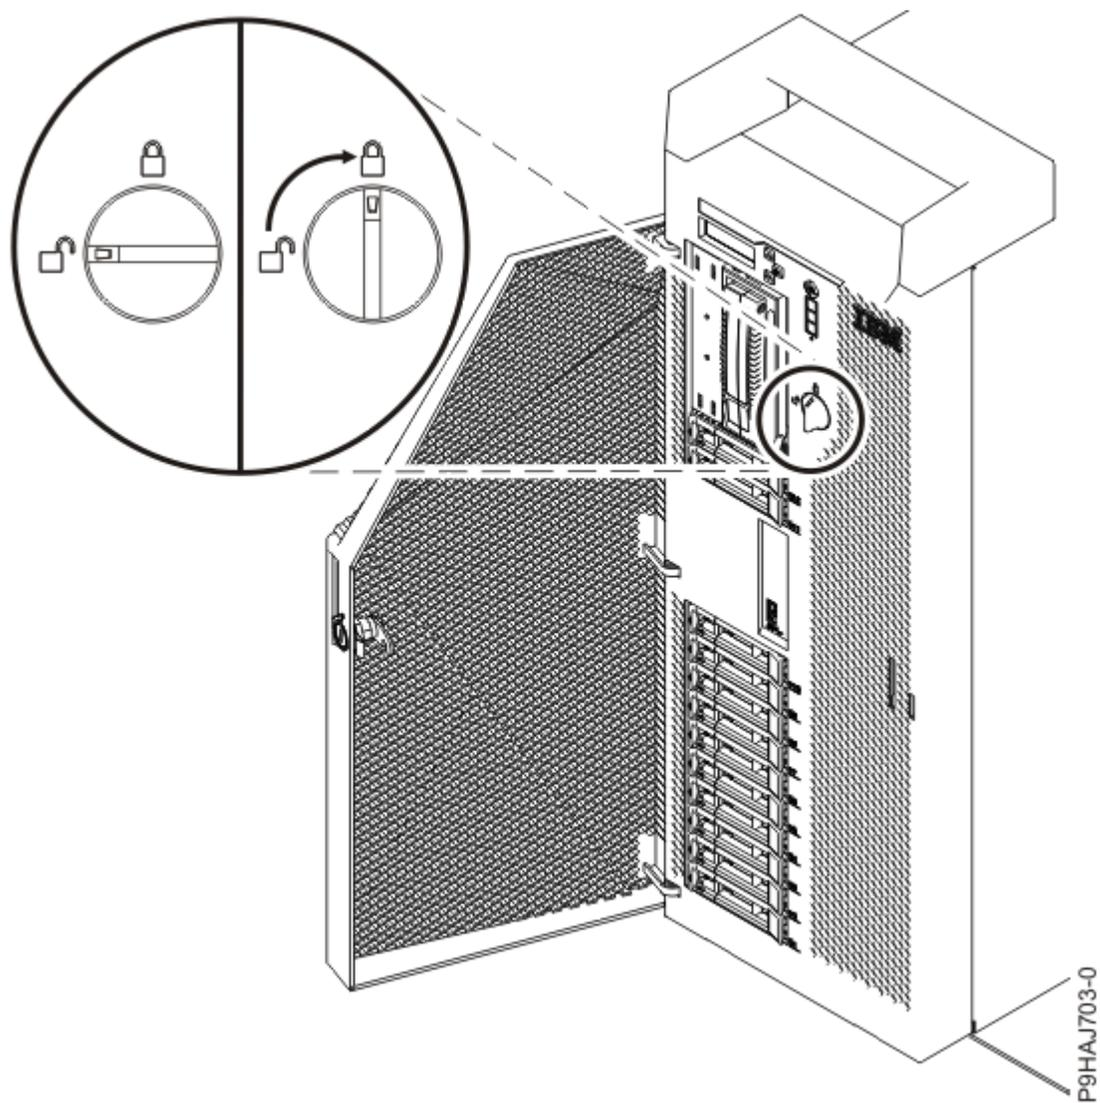

Figura 136. Fechar o trinco da tampa anterior
- d) Rode o fecho da tampa para a direita (no sentido dos ponteiros do relógio) para bloquear a tampa conforme apresentado na Figura 136 na página 143.